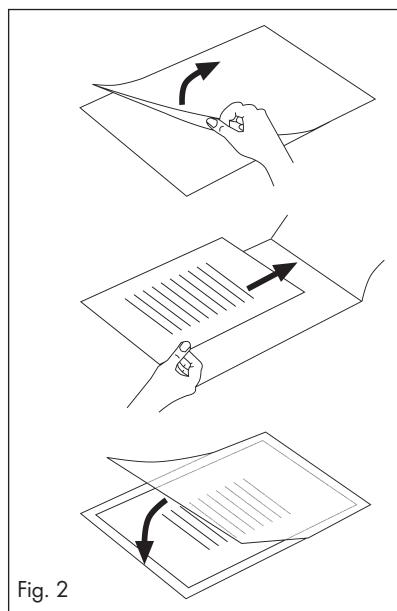

Fig. 2
- Fare attenzione a utilizzare solo un foglio per la laminazione. Provvedere prima ad aprirlo come indicato ad esempio in Fig. 2.
- Fare attenzione a utilizzare solo un foglio per volta per la laminazione. Aprirlo prima come indicato ad esempio in Fig. 2.